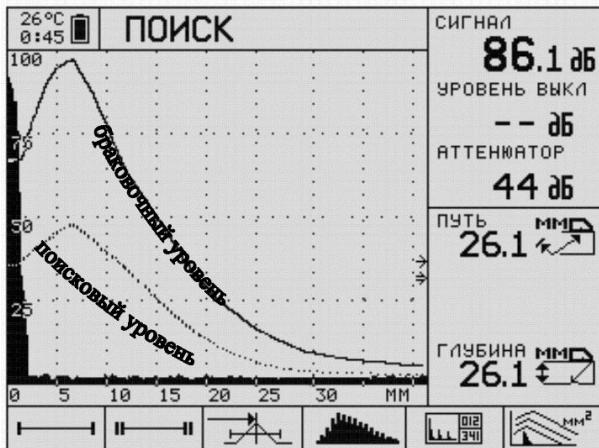

Рисунок 3.8 – Экран дефектоскопа при настройке чувствительности по образцам
2. На экран дефектоскопа электронным путем накладывается АРД-диаграмма конкретного преобразователя для конкретной площади отражателя (рис. 3.8). Эта кривая и будет кривой равной чувствительности к фиксированному отражателю.